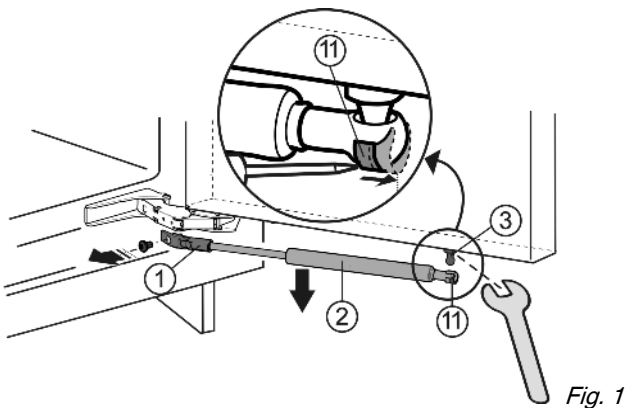

Fig. 1
- Con un cacciavite spingere la molla di trazione Fig. 1 (11) verso l'esterno.
- Togliere l'ammortizzatore di chiusura Fig. 1 (2) tirando verso il basso.
- Svitare il supporto Fig. 1 (1).
- Svitare il perno sferico Fig. 1 (3) servendosi della chiave fissa.